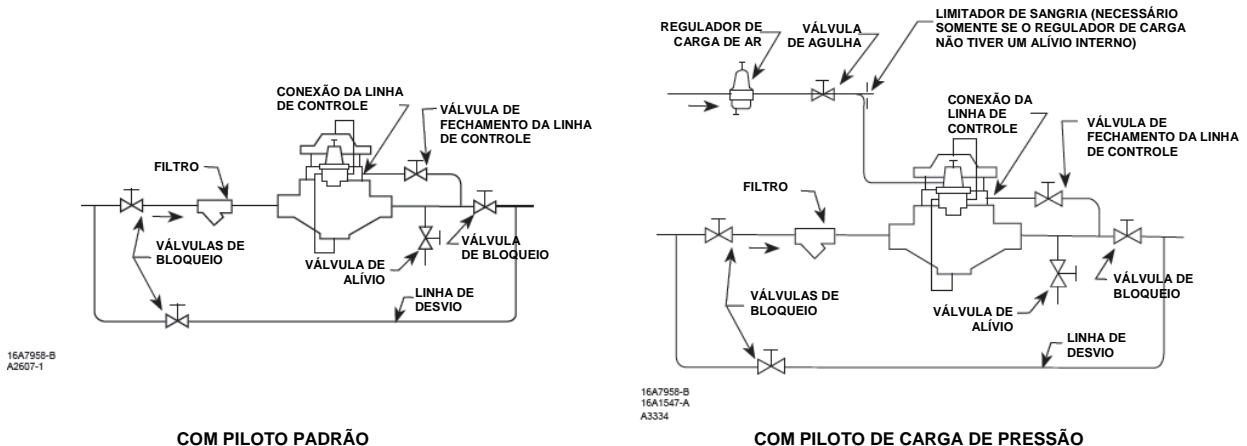

Figura 2. Instalações Típicas
- Conforme exibido na Figura 2, conecte uma linha de controle, por meio de bucha, com o maior diâmetro possível (não menor que 3/8 pol. ou 9,5 mm de diâmetro), na conexão NPT de 1/4 do espaçador do cilindro (tamanho do corpo 1, 1-1/2, ou 2 NPS) ou no corpo do piloto (tamanho do corpo 2-1/2, 3, ou 4 NPS) (DN 65, 80, ou 100). Com tamanho de corpo de 2-1/2, 3, ou 4 NPS (tamanho de corpo DN 65, 80, ou 100) o piloto pode ser montado conforme exibido na Figura 6, onde a conexão da linha de controle irá fazer face tanto à montante como à jusante.